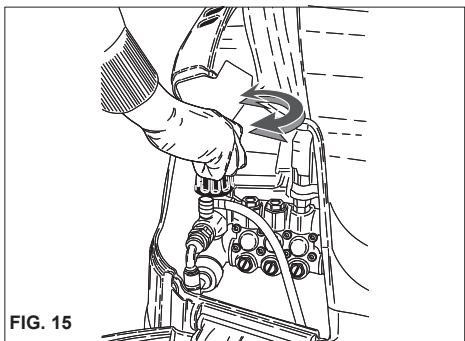

FIG. 15
Dette kapitel behandler kun de modeller som er udstyret med "trykregulerende" anordning. Trykregulatoren, fig. 15, giver brugeren mulighed for at indstille arbejdstrykket. Når knap C drejes mod uret (B) (minimum), nedsættes driftstryk.